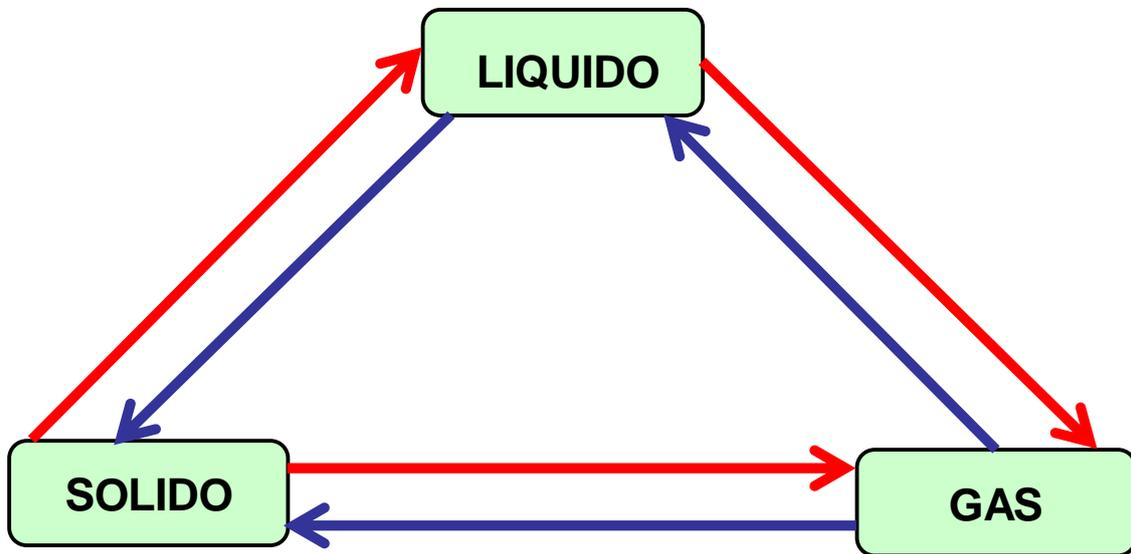

Figura 5. Cambios de estado
6.2. Teniendo en cuenta la información de las cuestiones del punto 6.1, escribe el cambio de estado que tiene lugar encima de las flechas de la figura 5. Indica qué estados implican absorción de calor y cuáles liberación: